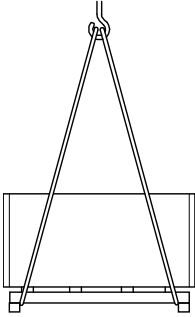

Abb. 6 Transport mit dem Kran
1. Seile, Gurte oder Mehrpunktgehänge entsprechend Abb. 6 an der Palette anschlagen.